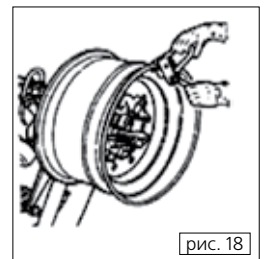
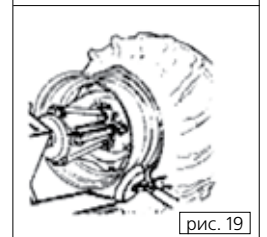

рис. 18
рис. 19
- (1) Если диск снят с зажимного устройства, установите его обратно, как описано в разделе «Фиксация диска».
- (2) Смажьте оба борта шины и диска специальной смазкой.
- (3) Установите тиски на внешнем крае диска в крайней верхней точке (рис. 18). Убедитесь в том, что тиски правильно и надежно зафиксированы.
- (4) Установите шину на платформу и опустите консоль зажимного устройства (удерживайте фиксаторы в крайней верхней точке), чтобы сначала зацепить борт.
- (5) Поднимите обод с зафиксированным бортом шины и поверните его на 15–20 см против часовой стрелки. Шина будет располагаться под углом.
- (6) Переведите инструментальную консоль в нерабочее положение, установите ее ближе к внутренней части шины.
- (7) Убедитесь в том, что монтажный палец установлен правильно. В противном случае, разверните его на 180°.
- (8) Установите монтажный палец у внешнего края диска на расстоянии 5 мм от него.
- (9) Проверьте положение монтажного пальца и при необходимости измените его. Вращайте колесо против часовой стрелки до тех пор, пока тиски не окажутся в самой низкой точке. Сначала установите борт в правильное положение относительно диска, затем снимите тиски (рис. 19).
- (10) Отведите инструментальную консоль от шины.
- (11) Переведите инструментальную консоль в исходное положение, затем установите ее на внешней стороне шины.
- (12) Разверните инструмент на 180°.
- (13) Вращайте колесо до тех пор, пока ниппель не окажется в крайней нижней точке.
(14) Установите платформу (10) под колесом и опустите консоль (5) так, чтобы шина оказалась на платформе. Установите платформу так, чтобы между шиной и диском образовался небольшой зазор, необходимый для выемки камеры.